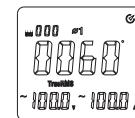

图11-1
- 4) 负载为三相四线制时，先按SELECT键选择第一相位 ϕ_1 ，如图11-1，显示相位 ϕ_1 的相位角 ϕ 值，电压V值，电流A值。